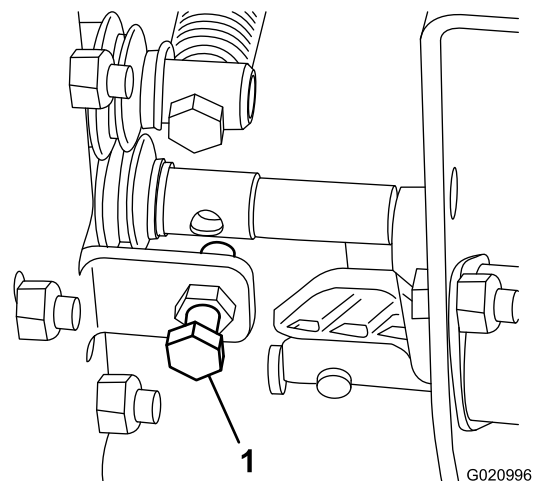

Figure 25
- Si la vitesse de levage de la machine est insuffisante ou excessive, ajustez le boulon comme indiqué à la Figure 25.